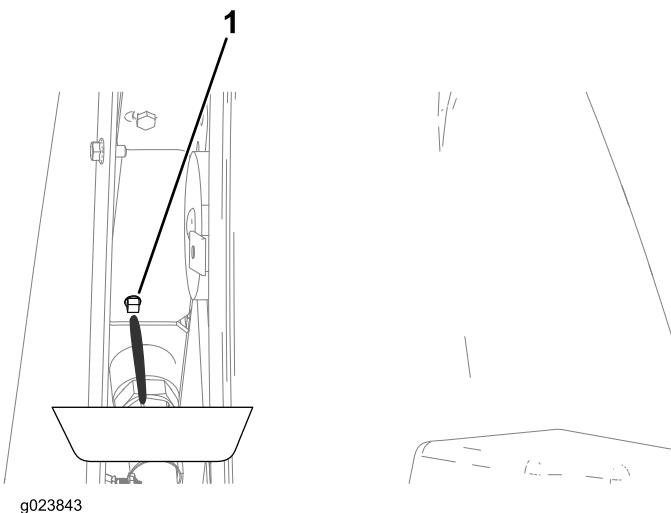

Figura 141
4. Coloque un recipiente debajo del tapón de vaciado (Figura 141).
7. Cierre el tapón de vaciado (Figura 141).
- C. Cierre el tapón de vaciado (Figura 141).
- H. Cierre el tapón de vaciado (Figura 141).